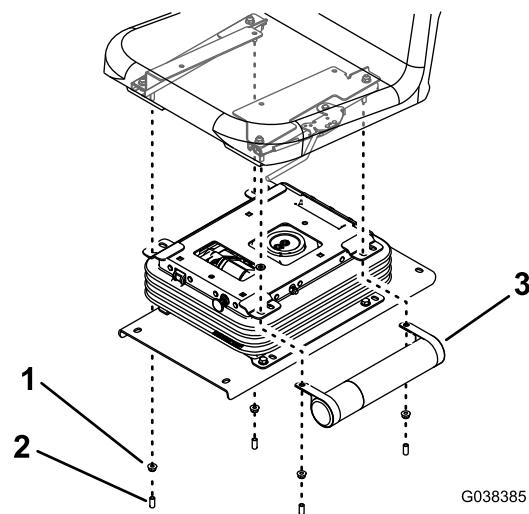

Figure 7
7. Fixez les dispositifs de réglage du siège et le tube de rangement du manuel à la suspension à l'aide de 4 écrous avec capuchon (Figure 7).